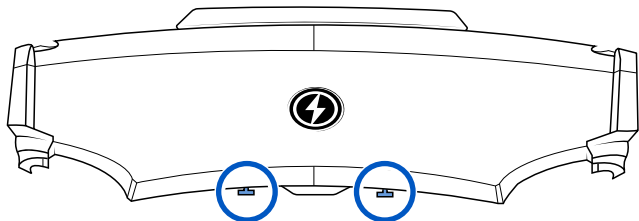

Figure 13 - Tirettes de loquet de capot
1. Placez-vous devant le véhicule et localisez les deux tirettes au bas du capot (**Figure 13**)